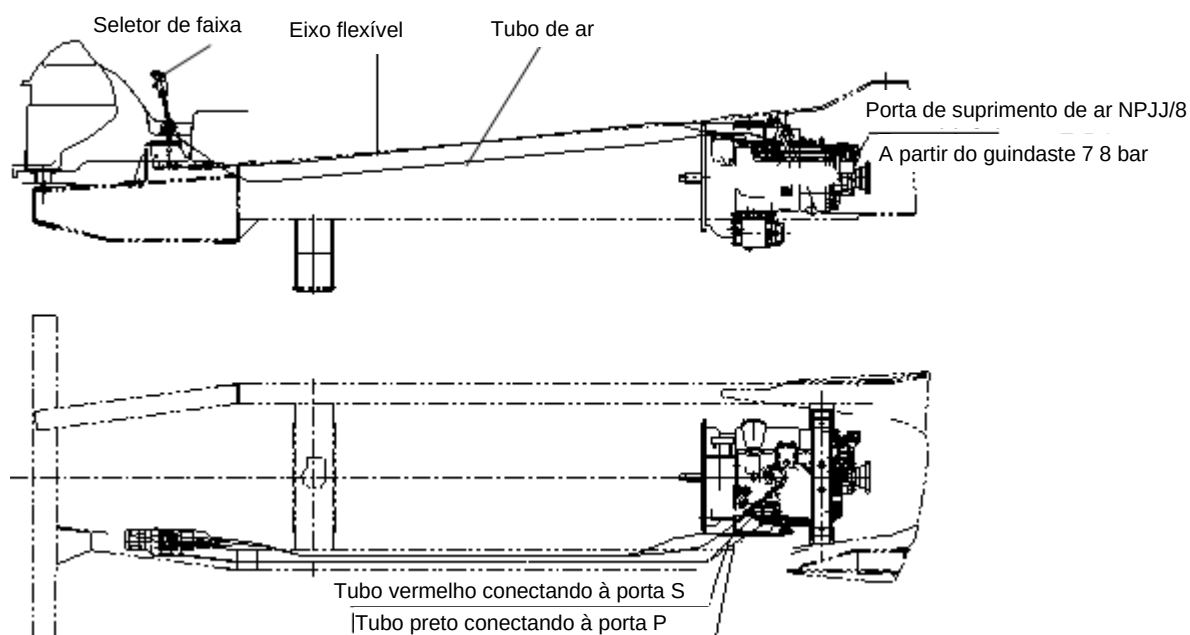

Figura 05 – 26
a) Inspeções da transmissão manual (Consulte a Figura 05 – 26):